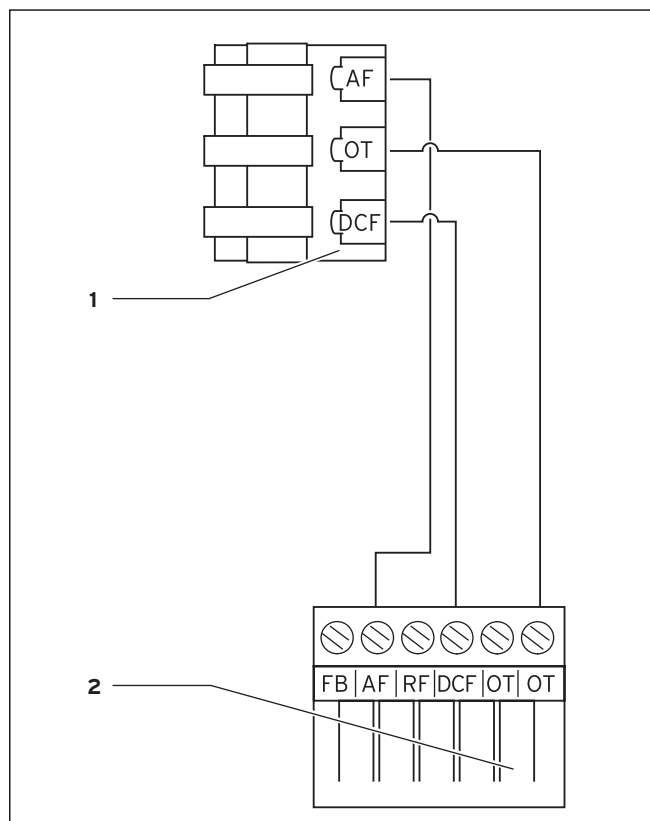

Рис. 5.3 Электropодключение наружного датчика VRC 9535
- ⇒ Подключите соединительный кабель к клеммнику наружного датчика согласно рис. 5.3.
- ⇒ Подключите соединительный кабель 6-полюсному крайевому штекеру согласно рис. 5.3.